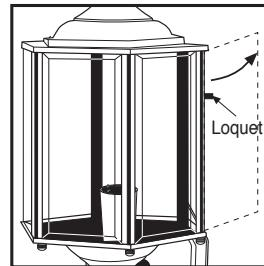

Figure 4
- Si l'applique est à panneau à charnière, soulever le loquet pour ouvrir celui-ci. Insérer la ou les ampoules et reloquer le panneau (voir la figure 4).